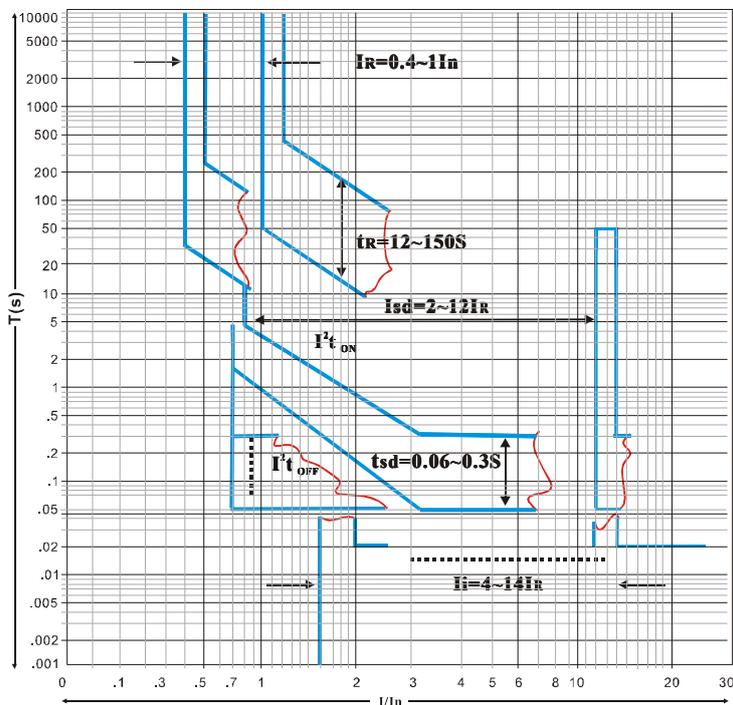

图 5-2 （长延时、短延时、瞬时）特性曲线图
- 过载长延时相关设定参数和特性（注：特性曲线见图 5-2）
■ 短延时相关设定参数和特性（注：特性曲线见图 5-2）
■ 瞬时保护相关设定参数和特性（注：特性曲线见图 5-2）